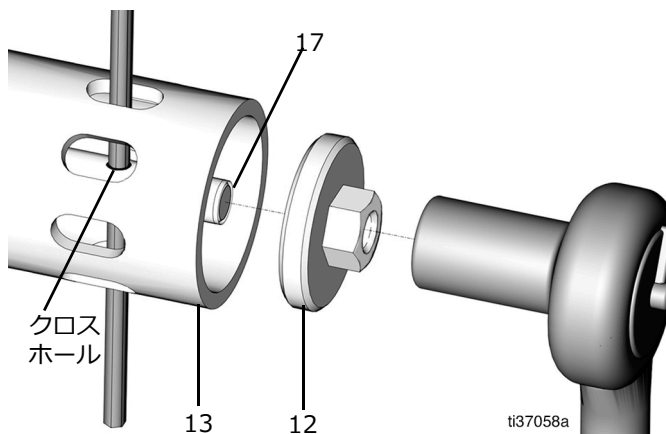

図 64
22. シャベルロッド (17) を下向きに移動して、クロスホールにアクセスできるようにするために、ポンプロッド (27) を下向きに移動します (図 64)。
23. シャベルチューブ (13) のスロットに六角レンチか類似のツールを通し、露出しているクロスホールに通し、シャベルロッド (17) を安定した状態に保てるようにします (図 64)。
24. シャベルピストン (12) を 10 mm ソケットレンチで締め付けます (3-4 ft-lb/4.1-5.4 N•m のトルク)(図 64)。